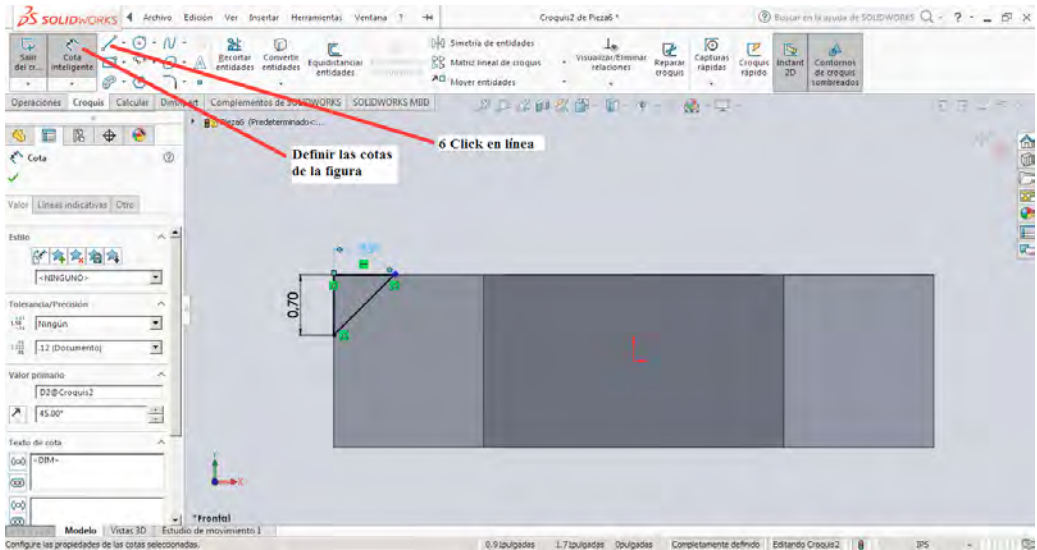

Figura 2-24
6. Posteriormente se retorna a la pestaña de croquis y se selecciona la herramienta **Línea** con el fin de dibujar un triángulo sobre el plano de trabajo, como se muestra en la figura 2-24